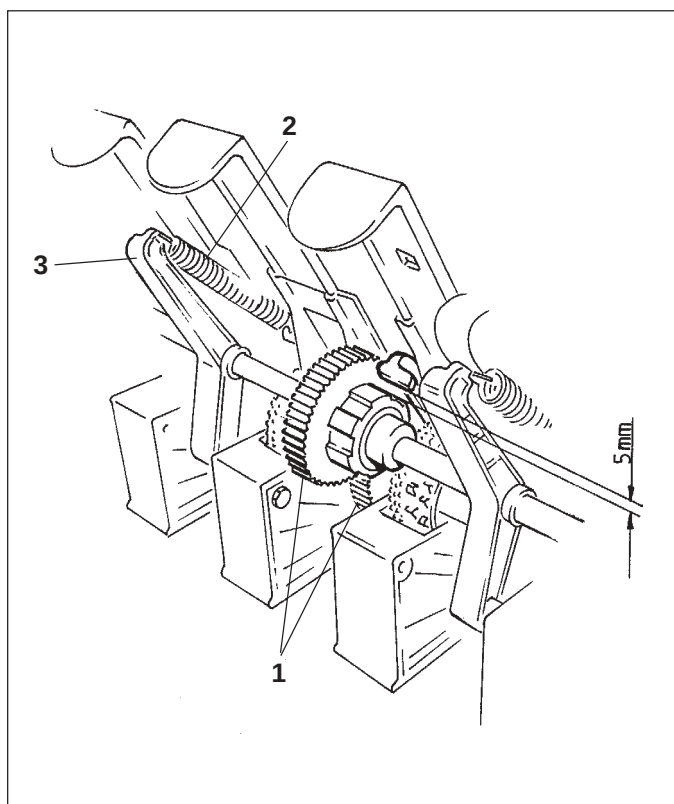

Рис. 13.18
- Шестерни (Рис. 13.18/1) промежуточного вала и валика высевашего аппарата также приведите в действие.
- Навесьте пружины (Рис. 13.18/2) на поворотные кронштейны (Рис. 13.18/3).